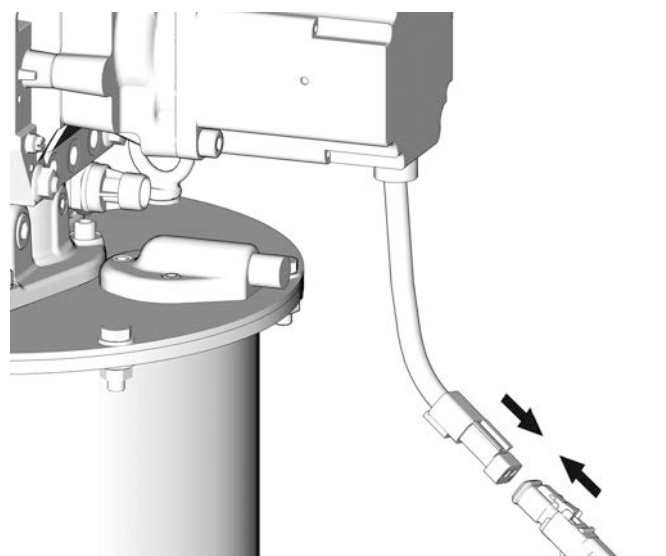

FIG. 9
11. Vuelva a conectar la alimentación al sistema (FIG. 9).